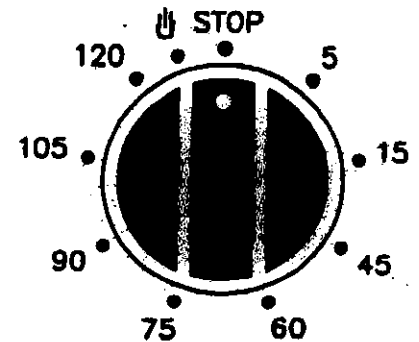

FIG. 9
1) Après avoir introduit les aliments dans le four, tourner le bouton du thermostat sur la température désirée. Tourner le bouton de fin de cuisson (Fig. 9) sur la durée de cuisson désirée. Une fois la durée choisie écoulée, le programmeur émettra un signal sonore, et interrompra le fonctionnement du four.
Pour faire fonctionner le four manuellement sans fixer le temps de cuisson, tourner le bouton (Fig. 9) sur la position \square .